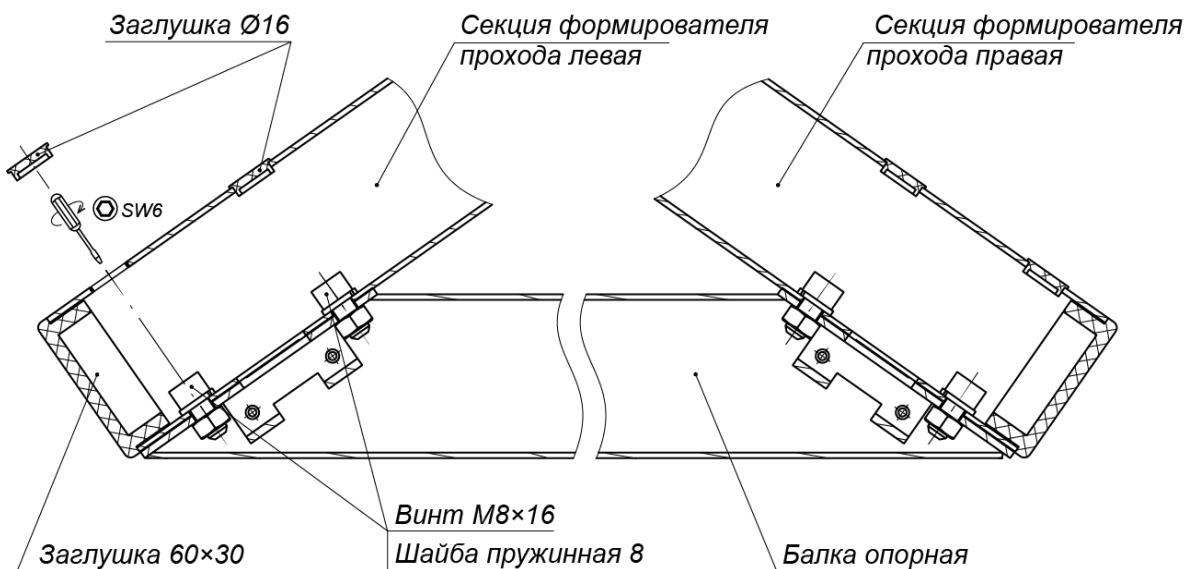
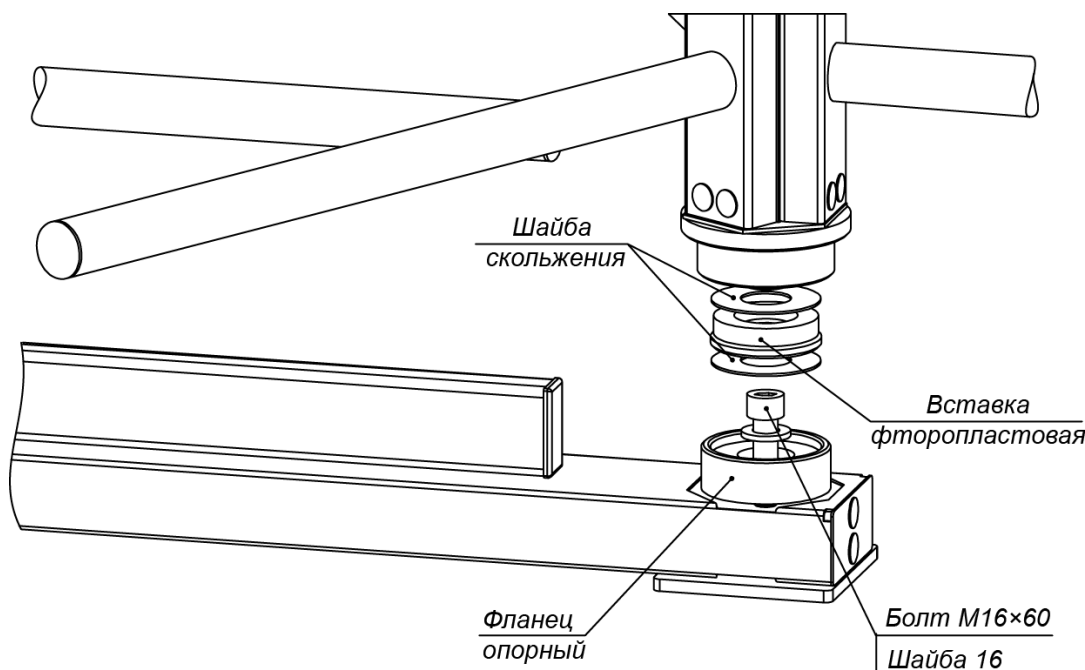

Рисунок 12. Крепление балки опорной (7) к секциям (6) формирователя прохода
Рисунок 13. Нижний узел вращения ротора (3)
3. Выполните на установочной поверхности разметку отверстий для монтажа турникета. Используйте шаблон из комплекта поставки, но затем обязательно проверьте истинность расстояний в соответствии с рис. 12.
индикации формирователей должны быть развернуты от оси симметрии (см. рис. 12) и учтено расположение на секциях мест крепления опорной балки (см. рис. 13).
9. Установите балку опорную (7) на секции (6) формирователя прохода:
- Закрепите балку опорную на секциях формирователя прохода четырьмя болтами M8×16 (ключ SW6) из комплекта сборочно-монтажных принадлежностей (ящик №4). При уличном монтаже стыки опорной балки с секциями формирователя прохода рекомендуется герметизировать, используя атмосферостойкий силиконовый герметик по инструкции производителя (см. рис. 13).
10. Распакуйте стойку с преграждающими планками (5) (ящик №4).
11. Установите стойку с преграждающими планками (5) (работайте вдвоем!):
- Для варианта прокладки кабелей питания и управления через кабельные каналы в установочной поверхности снизу: положите стойку с преграждающими планками (5) на установочную поверхность таким образом, чтобы опорный фланец находился рядом с зоной отверстия А. Затем, используя монтажную проволоку, протяните кабели через нижнее отверстие в преграждающей стойке со стороны фланца вверх по стойке до ее верхнего отверстия. Выпуск кабелей на выходе из верхнего отверстия должен составлять 0,8 - 1,0 м. Временно зафиксируйте концы кабелей на верхней планке преграждающей стойки (к примеру, с помощью липкой ленты).
- Установите стойку с преграждающими планками на отверстия с анкерами в установочной поверхности по оси симметрии, при этом фланец должен встать на зону А, а место нижнего узла вращения (3) – на отверстие с анкером M16 (см. рис. 12).
17. Окончательно затяните анкерные болты крепления к установочной поверхности опорных фланцев стойки с преграждающими планками (5) и фланцев секций (6) формователя прохода. При возникновении перекосов в силовых элементах конструкции турникета допускается использовать монтажные прокладки.
19. Закройте пластиковыми заглушками Ø16 отверстия для болтов соединения секций ротора (2) и отверстия крепления балки опорной (7) к секциям (6) формователя прохода (см. рис. 13 и 20).